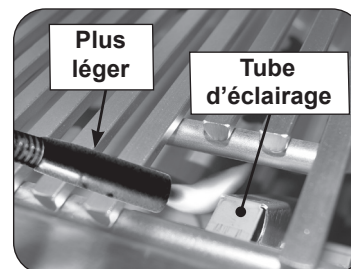

Fig. 38-2 Éclairage manuel via un tube d'éclairage
**ATTENTION:** Attendez toujours cinq (5) minutes le gaz pour se dégager après que n'importe quelle tentative non réussie d'éclairage.
2. Passez un allumeur brûlant de butane de long-baril ou une allumette brûlante de long-tige dans la grille à cuire s'ouvrant au dessus du tube d'éclairage. (Fig. 38-2). Pour les brûleurs de dos ou les brûleurs infrarouges, maintenez la flamme contre la surface du brûleur de brûleurs arrière / infrarouge.